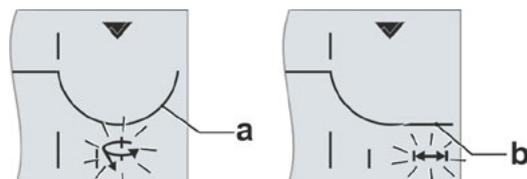

Рис. 5: Показание действующего типа отключения:
6. Подтвердите выбранное конечное положение: Нажмите кнопку Drive Controller. Дисплей переходит к настройке типа отключения для выбранного конечного положения. Мигает действующий тип отключения (рис. 5):
На дисплее различными линиями будет показан действующий вид отключения (рис. 5):